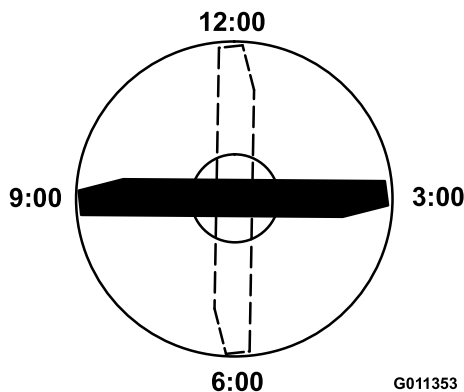

Figura 81
4. Orientate il tagliente dell'estremità marcata della lama sulle ore 12 (esattamente in avanti, nel senso di falciatura) (Figura 81) e misurate l'altezza tra il banco e il tagliente della lama.
5. Ruotate l'estremità marcata della lama sulle ore 3 e sulle ore 9 (**Figura 81**) e misurate le rispettive altezze.